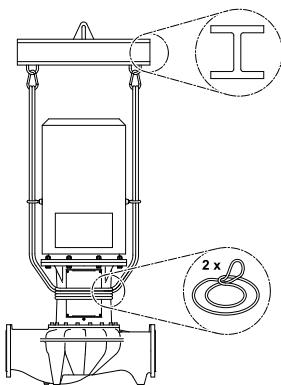

Fig. 32: Aplicarea buclelor de fixare
- La ridicarea cu macaraua, pompa trebuie prinsă cu chingi adecvate, conform reprezentării din (Fig. 32/33). Așezați pompa în bucla cablului de ridicare, care se va strângă din cauza greutății pompei.